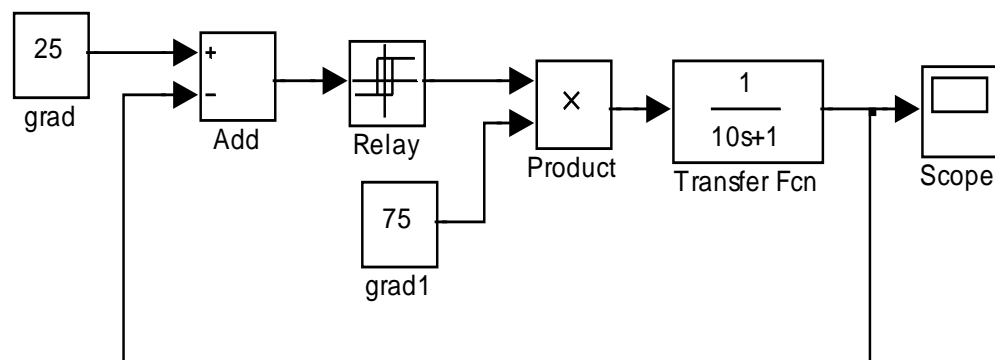

Рис. 14. Использование реле в качестве органа управления
**Задание 2.1.** На рис. 14 приведена схема управления комнатной температурой, в которой используется реле с гистерезисом (константа 25 описывает заданную температуру, константа 75 – температуру нагревателя, апериодическое звено – динамику процесса нагрева).